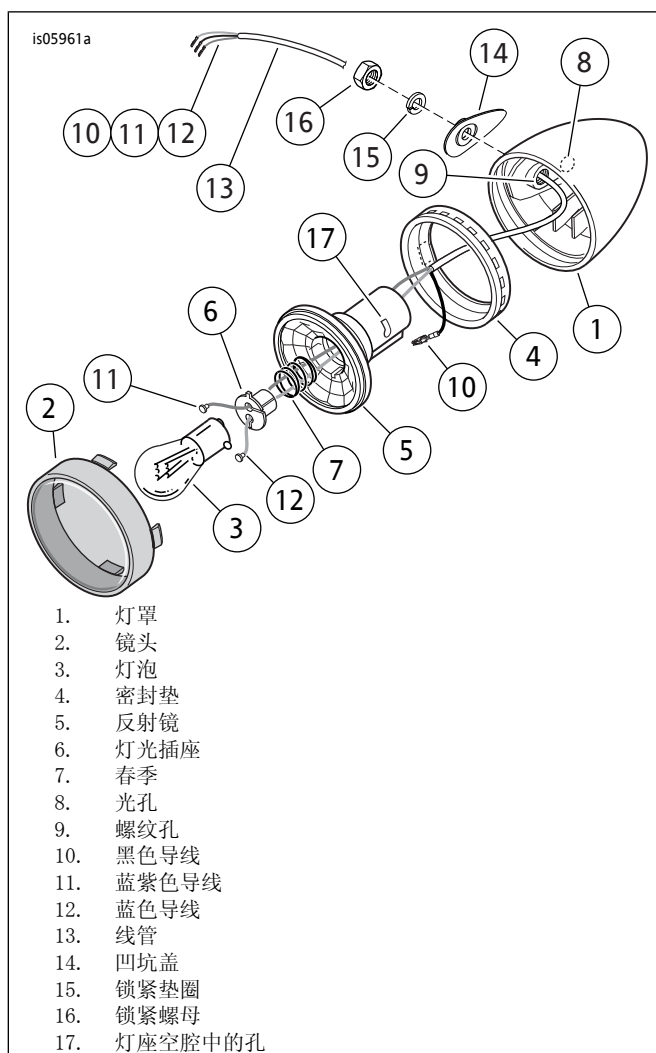

图2. 刹车灯/尾灯/转向信号灯 (图示为右侧)
9. 参见图2。把小螺丝刀的刀头插入左侧STT灯镜头(2)底部的槽中, 扭转螺丝刀以便使镜头和灯罩(1)分离。推入灯泡(3)并逆时针转动, 拆下灯泡。保留车灯玻璃和灯泡以便稍后安装。